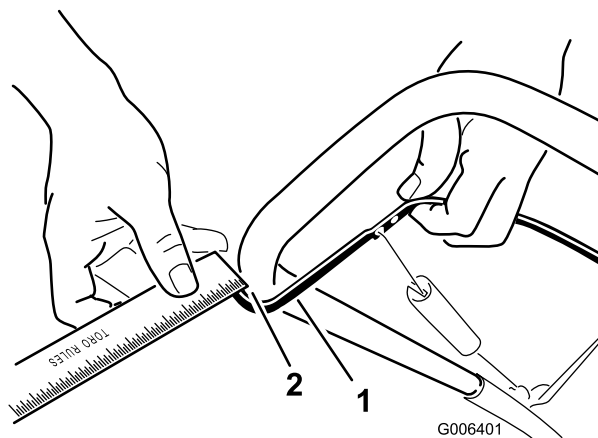

Figure 21
Rapprochez la barre de commande du guidon pour tendre le câble de commande (Figure 21).
Remarque: Vérifiez que la barre de commande et le guidon sont espacés de 2 à 3 mm (Figure 21).
2. Accrochez le raccord en Z à un trou plus haut ou plus bas sur la bielle de réglage de manière à obtenir un écart de 2 à 3 mm entre la barre de commande et le guidon (Figure 21).